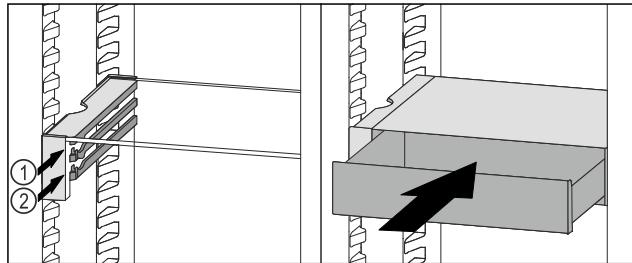

Fig. 108
- ▶ 将 VarioSafe 抽屉放置在所需肋梁 Fig. 108 (1) 或 Fig. 108 (2) 上的止动器后面。